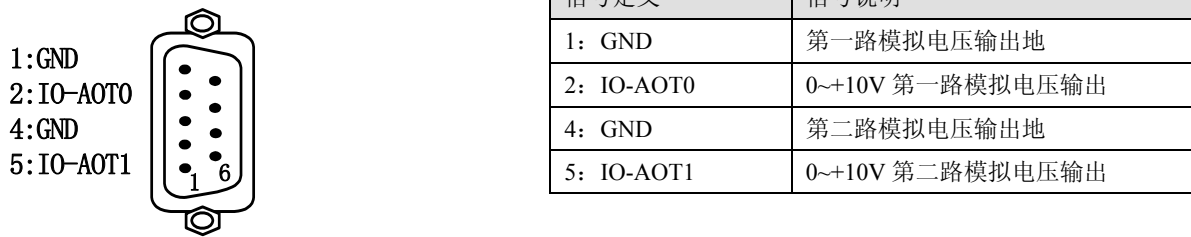

图 1-7 主轴接口管脚定义图
- 在主轴 1 与主轴 2 接口中, 每个主轴接口都具有 2 路模拟电压输出, 且接口定义一致, 如图 1-7 所示: